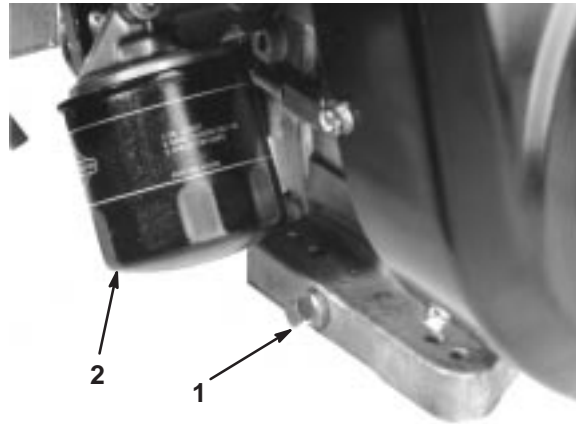

Bild 34
1. Entfernen Sie die Verschlusschraube (Bild 34) und lassen das Öl in ein Auffanggefäß ab. Schrauben Sie die Verschlusschraube wieder ein, nachdem das Öl abgelassen ist.
2. Entfernen Sie den Motorölfilter (Bild 34). Ölen Sie die neue Dichtung am Ölfilter leicht mit frischem Öl ein.